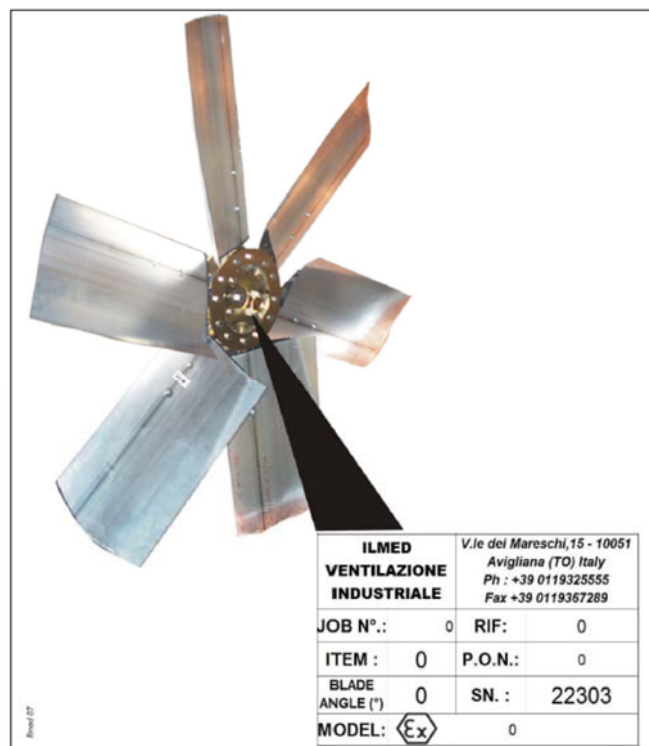

Figura 1-1: Posizione della targhetta identificativa delle giranti.
I principali dati identificativi della macchina sono stampigliati sull'apposita targhetta installata sulla macchina stessa (vedere la Figura 1-1).
1. Tutti i dati identificativi della macchina (vedere targhetta di identificazione, Figura 1-1)